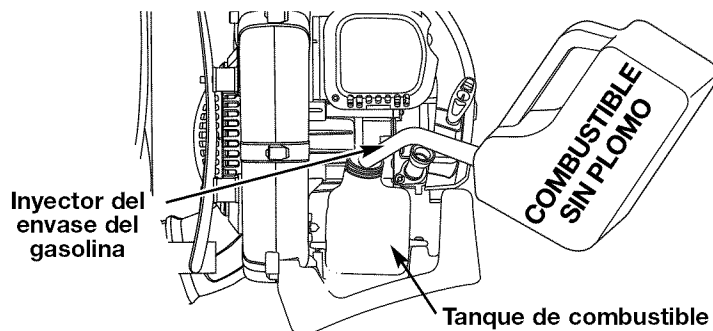

Fig. 14
- Coloque el pico del recipiente de gasolina en el orificio de llenado del tanque de gasolina (Fig. 14) y llene el tanque.
4. Coloque la palanca del obturador en **Posición 3** (Fig. 14).
6. Coloque la palanca del obturador en la Posición 2 (Fig. 14).
9. Coloque la palanca del obturador en la **Posición 3** (Fig. 14). La unidad está lista para usar.